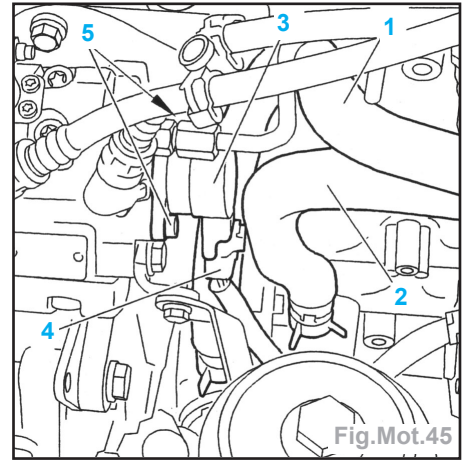

Fig.Mot.45
- Désaccoupler et écarter les durits (1 et 2) d'eau moteur (Fig.Mot.45).
- Déconnecter le connecteur (4).